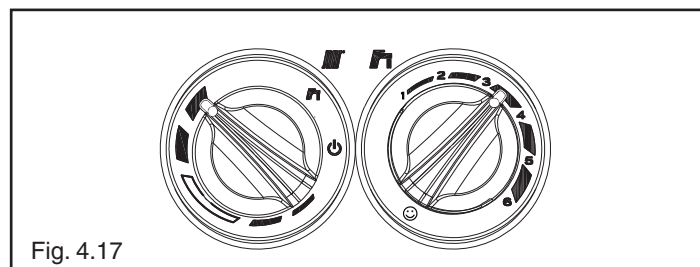

Fig. 4.17
- portare il selettore temperatura acqua riscaldamento al valore massimo (Fig. 4.17)